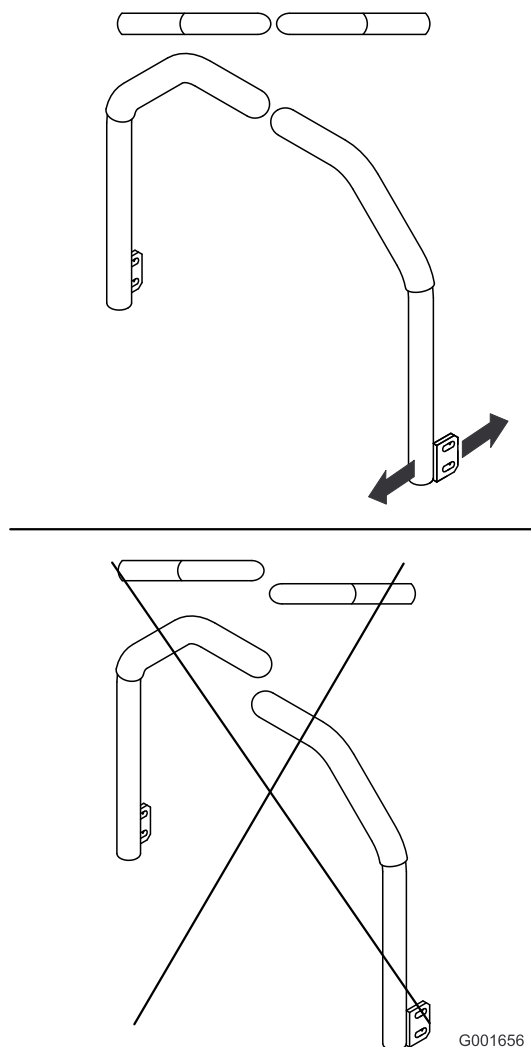

Figura 60
5. Regolate le leve di controllo in modo che siano allineate e serrate i bulloni, fissando le leve alle colonne (Figura 60).